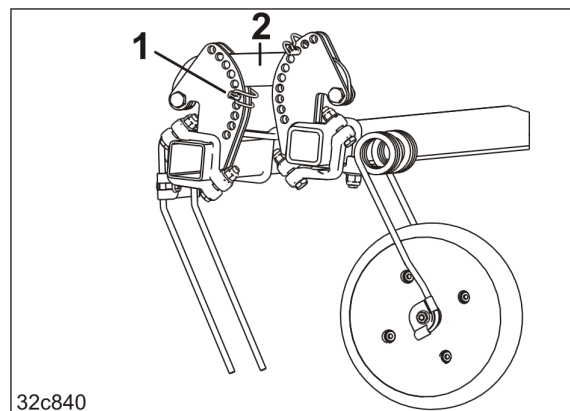

Fig. 195
3. Modificați unghiul de poziționare a dinților față de sol prin scoaterea șplintului țevă (Fig. 195/1)
- o sub bara de legătură (Fig. 195/2)
Unghiul de poziționare devine mai deschis, cu cât șplintul țevii (Fig. 195/1) este introdus mai adânc în segmentul de ajustare.